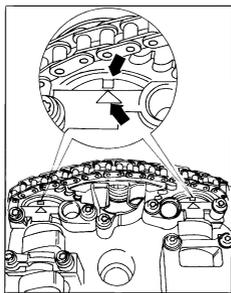

图 2-103 凸轮轴上的两个标记必须与轴承盖上的两个箭头对齐
- 13) 凸轮轴上的两个标记必须与轴承盖上的两个箭头对齐, 如图 2-103 所示。
① 凸轮轴上的两个标记和轴承盖上的两个标记对齐(图 2-103)。